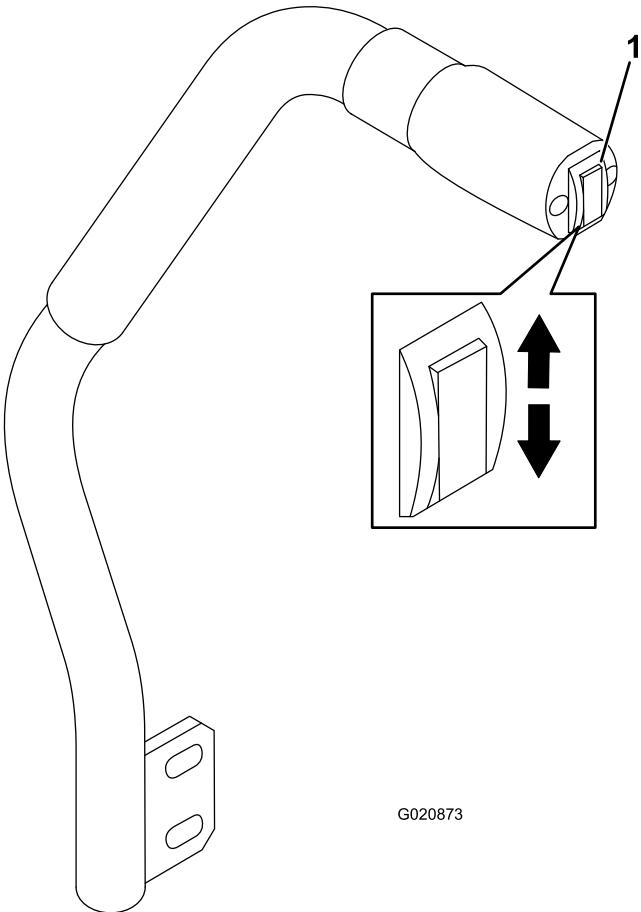

Figura 24
O interruptor de elevação da plataforma levanta e baixa a plataforma do cortador (Figura 24). O motor tem que estar a trabalhar para utilizar esta alavanca.
- Para baixar a plataforma do cortador, empurre o interruptor para baixo (Figura 24).
- Para elevar a plataforma do cortador, empurre o interruptor para cima (Figura 24).
- Com o motor a trabalhar empurre para cima o interruptor de elevação da plataforma até que a plataforma de corte esteja completamente levantada e **solté imediatamente o interruptor** (Figura 24).